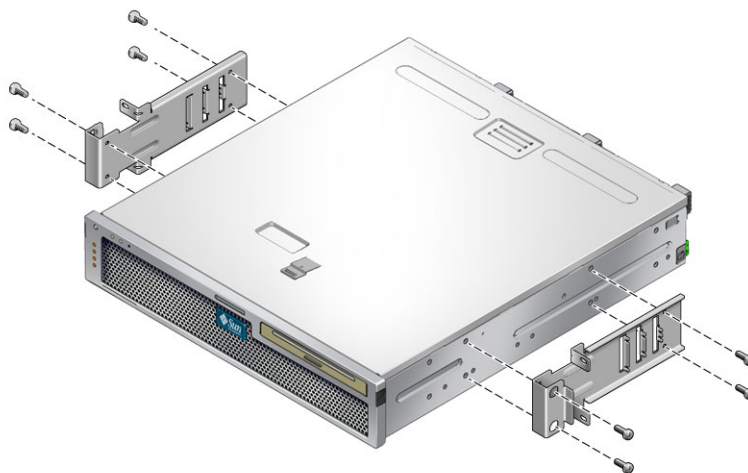

図 4-9 サーバーの側面への側面固定部品の固定
2. 各側面固定部品に M5×10 SEM ねじを 4 本ずつ使用して、側面固定部品をサーバーの側面に固定します (図 4-9)。